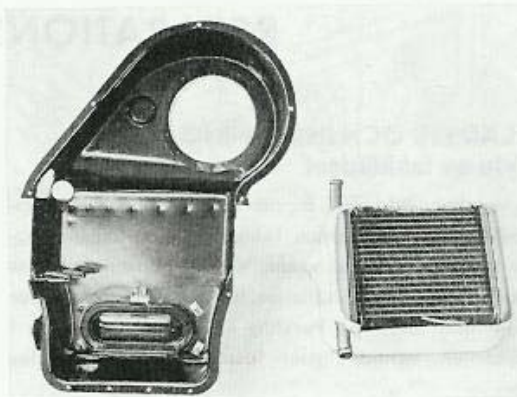

Bild 65. Cellsystemet utfaget
3. Lyft ur cellsystemet (bild 65).